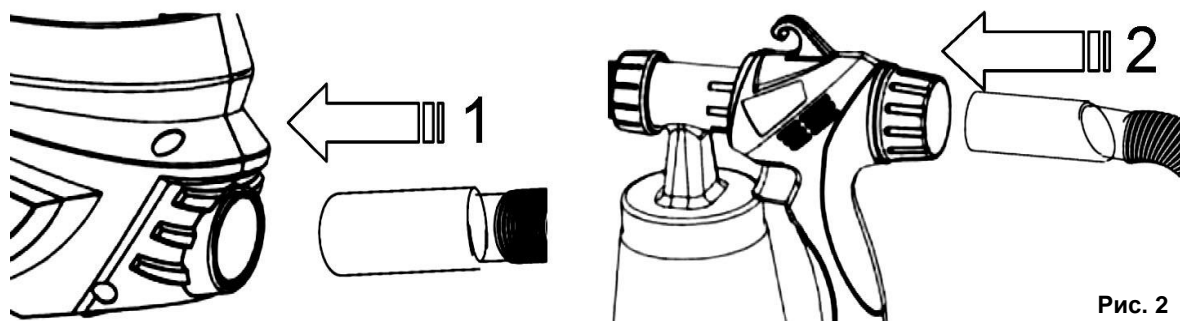

Рис. 2
- Подключите воздушный шланг одним концом к нагнетателю, другим – ручке распылителя (См. Рис.2).